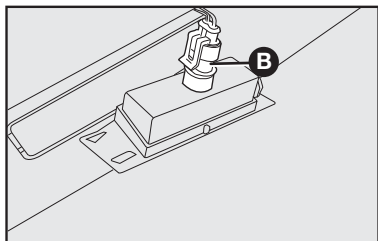

fig. 59
2) Retirar a lâmpada de sua sede girando-a no sentido anti-horário **B-fig. 59** e substituí-la.